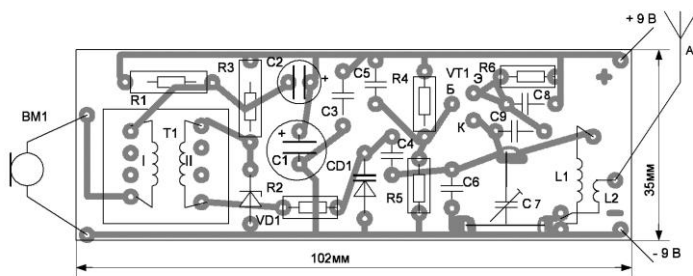
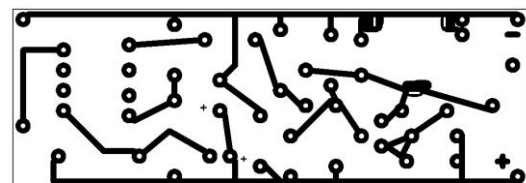

Рис. 2
Рис. 3
Генератор зібраний за класичною схемою із зворотним ємнісним зв'язком. Для отримання частотної модуляції (ЧМ) використано варікап CD1, який змінює свою ємність від низькочастотного сигналу знятого з трансформатора T1 і відповідно виходить девіація основної частоти генератора на VT1. На варікап CD1 поступає також постійна стабілізована напруга +3,3 В через вторинну обмотку трансформатора T1. Котушка L1 без каркасу з внутрішнім діаметром 8 мм і містить 6 витків дроту ПЕВ-2 Ø 0,8 мм намотаних з кроком 1,0 мм. Котушка L2 містить 2 витка проводу ПЕВ-2 Ø 0,8 мм намотаних в нижній частині L1 між її витками. В якості антени застосовано телескопічну антену довжиною 85 см. Оптимальна довжина антени 1/4 довжини хвилі;  $L_{\text{опт.}} (M) = C / 4f = 75 / f (MГц)$ , де C - швидкість поширення радіохвиль, а f - робоча частота радіомікрофона. Так для частоти 87,9 МГц оптимальна довжина антени повинна бути 0,85 м. Як мікрофона використано мікрофон типу МПК-101-II-U, які випускалися замість вугільних мікрофонів для телефонних апаратів і містять вбудований підсилювач, тому додаткового мікрофонного підсилювача застосовувати немає необхідності і схема в цілому проста. Дані трансформатора T1: залізо Ш5 × 7,5 79HM-0,35, W1 = 250 вит. ПЕВ-2 Ø 0,08, W2 = 2300 вит. ПЕВ-2 Ø 0,08. Щоб отримати максимальну потужність, що віддається в антену необхідно підібрати величину опору резистора R5, користуючись індикатором електромагнітного випромінювання, описаним в (1). За допомогою зміни ємності конденсатора С7 виставляємо частоту генератора 87,9 МГц, прослуховуючи радіомікрофон на радіоприймачі. Радіомікрофон живиться напругою 9 В від батареї типу «КРОНА» і споживає струм 22 мА. Транзистор VT1 типу 2Т326Б без зміни малюнка друкованої плати можливо замінити на: 2Т326А, КТ326А, КТ326Б, 2Т363А, КТ363А, КТ347В. Друкована плата радіомікрофона розміром 102 × 35 мм з боку радіодеталей показана на **рис. 2**. Друкована плата радіомікрофона з боку друкованих провідників показана на **рис.3**.